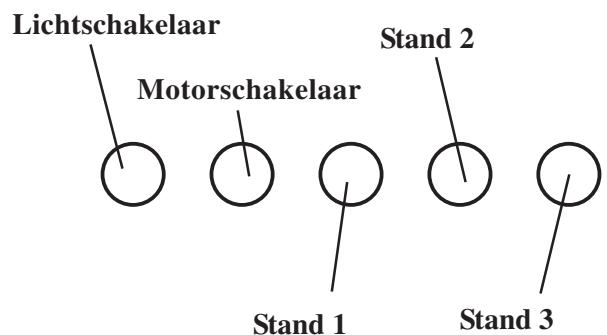

afb. 2
- De luchtgeleider met 2 schroeven Ø 3,5x6,5 mm bevestigen. **Afb. 2**.